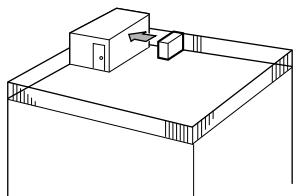

Fig. 2-3
- (1) Hava çıkışını, en yakındaki duvara doğru, duvardan yaklaşık 50 cm uzaklıkta olacak şekilde yerleştirin. (Fig. 2-3)